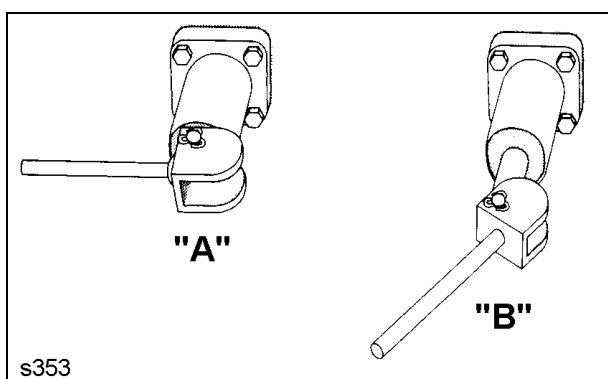

Fig. 3
– Compruebe si se han soltado los seguros de transporte de los estabilizadores (Fig. 3).